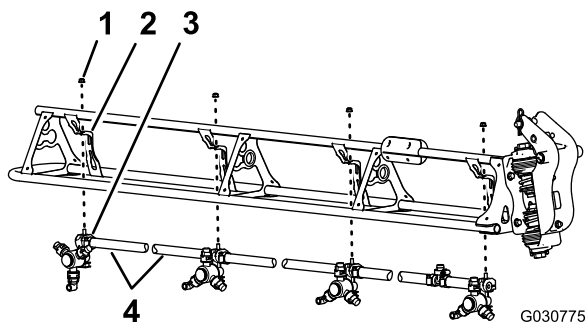

Рисунок 118
1. Перережьте шланг между двумя распылительными соплами (Рисунок 118).
2. Отверните фланцевую контргайку (5/16 дюйма), которая крепит распылительное сопло к опоре сопла (Рисунок 118).